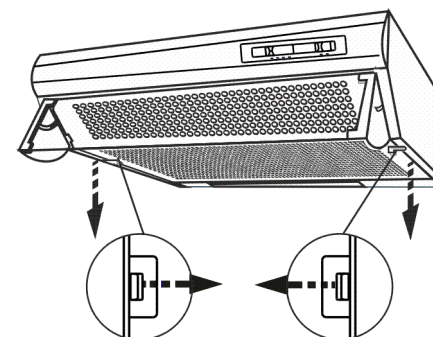

рис. 4
- откройте решетку сместив зажимы по направлению стрелок (рис.4);
- откройте решетку (рис.4);